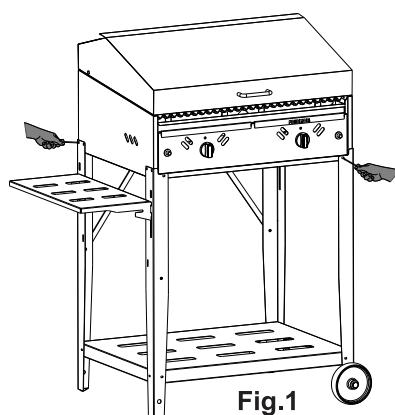

Fig.1
- 4** Para fijar la Parrilla Ponderosa Gas 70 a las patas, coloque tres tornillos en una pata, se recomienda no ajustarlos completamente, y luego otros tres como se indica en la Fig.1. Repita el procedimiento con las patas restantes y, cuando las cuatro estén fijas de manera parcial, termine de ajustarlas completamente.